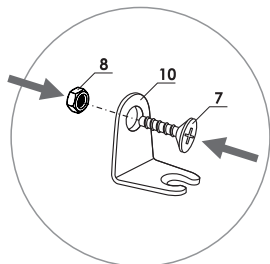

рис. 1.1
- 1.1 Возьмите монтажный уголок и в одно из отверстий вставьте винт М4 и накрутите на него гайку М4 на несколько витков (рис.1.1);